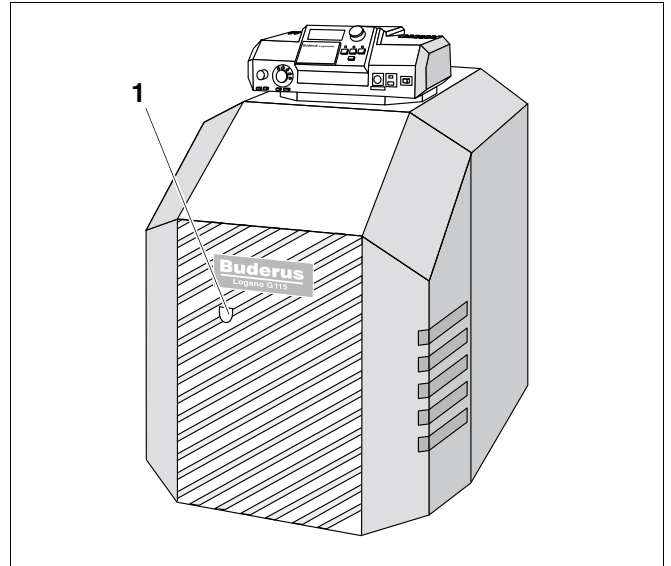

Fig. 41 Logano G115 med Logatop-brænder af typen BE
Hvis Logano G115 er udstyret med en Logatop-brænder af typen BE, kan du trykke på brænderens reset-knap gennem hullet i brænderkappen (fig. 41, **pos. 1**). Du skal ikke afmontere brænderkappen.